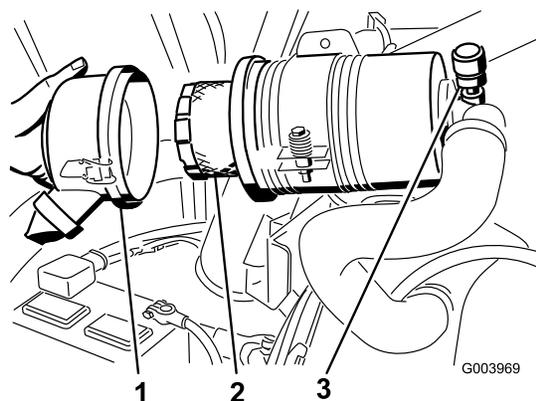

Figura 60
3. Retire e substitua o filtro (Figura 60).